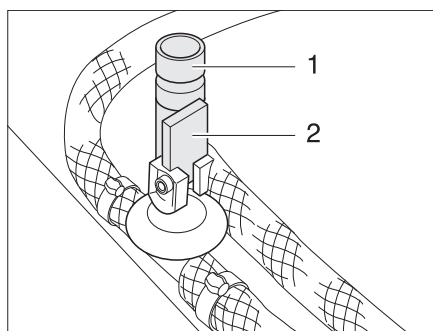

Fig. 130 Rubinetti di scarico per boiler Truma
- Chiudere tutti i rubinetti di scarico per il boiler. Posizionare la leva a bilanciere (Fig. 130,2) orizzontalmente o ruotare il tappo (Fig. 130,1) in senso orario.
- Aprire tutti i rubinetti di scarico per il boiler. Posizionare la leva a bilanciere (Fig. 130,2) verticalmente o ruotare il tappo (Fig. 130,1) in senso antiorario.